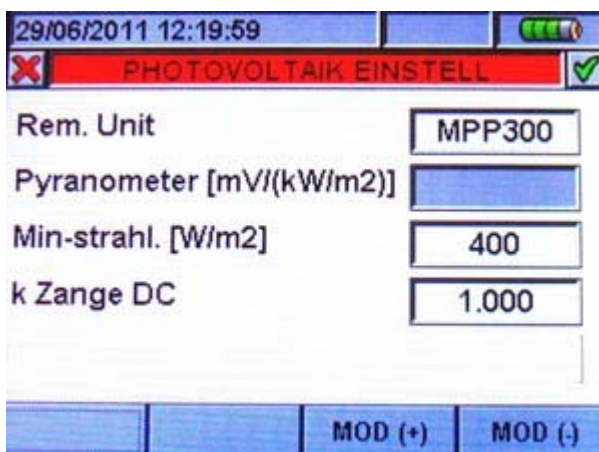

Abb. 8a: Menü DETAIL
5. Drücken Sie nun die F2 Taste um in das Menü **DETAIL** zu gelangen (Abb. 8a) und wählen Sie in der ersten Zeile bei **Rem. Unit** als Messadapter **MPP300** aus. Drücken Sie SAVE Taste um die Einstellungen zu speichern.